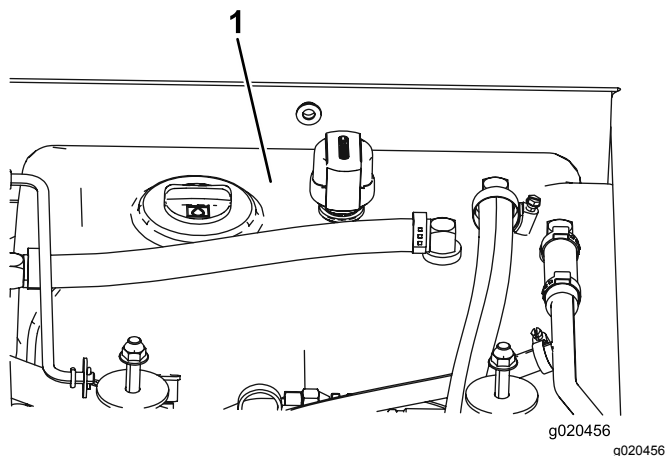

Figura 78
- Riempite il serbatoio (Figura 78) di fluido idraulico; fate riferimento a Controllo del fluido idraulico \(pagina 64\).